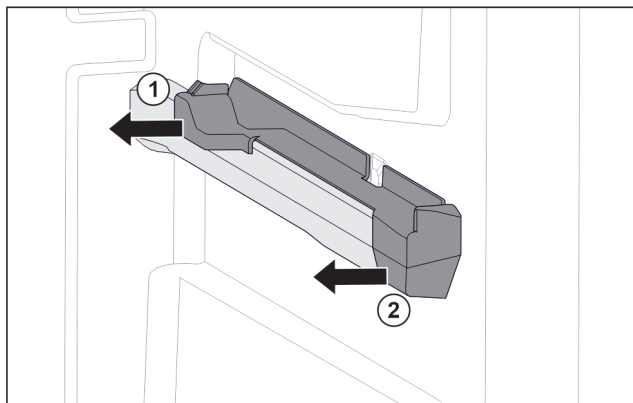

Fig. 114 Piesă de fixare pe nervura din dreapta a recipientului
- Scoateți piesa de fixare din spate în lateral. Fig. 114 (1)
- Scoateți piesa de fixare din față în lateral. Fig. 114 (2)